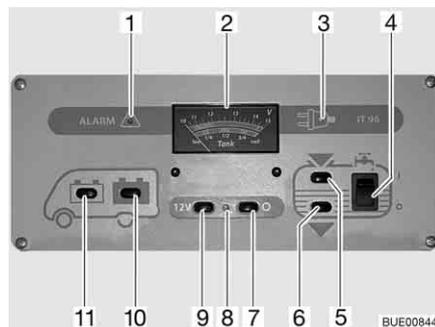

Fig. 151 Panneau de contrôle IT 96-2
L'interrupteur principal 12 V (Fig. 151,7 et 9) établit ou coupe le panneau de contrôle et l'alimentation 12 V de la cellule.
Mise en marche : ■ Appuyer sur le commutateur (Fig. 151,9) "12 V" : L'alimentation 12 V de la cellule est assurée. Le voyant de contrôle (Fig. 151,8) s'allume en vert.
Mise hors service : ■ Appuyer sur le commutateur (Fig. 151,7) "O" : L'alimentation 12 V de la cellule est coupée. Le voyant de contrôle (Fig. 151,8) s'éteint.
Observer sur l'indicateur de charge/de niveau de réservoir (Fig. 151,2), la graduation supérieure. L'indicateur s'éclaire automatiquement dès qu'un commutateur est actionné.
- Appuyer sur le commutateur (Fig. 151,11) "☰" : La tension de la batterie de démarrage est affichée.
- Appuyer sur le commutateur (Fig. 151,10) "☷" : La tension de la batterie de cellule est affichée.
Observer sur l'indicateur de charge/de niveau de réservoir (Fig. 151,2) la graduation inférieure. L'indicateur s'éclaire automatiquement dès qu'un commutateur est actionné.
- Appuyer sur le commutateur (Fig. 151,5) "": Le niveau du réservoir d'eau est affiché.
- Appuyer sur le commutateur (Fig. 151,6) "": Le niveau du réservoir d'eaux usées est affiché.
- Commutateur à bascule (Fig. 151,4) vers le haut "I" : L'alimentation en eau est activée.
- Commutateur à bascule (Fig. 151,4) vers le bas "O" : L'alimentation en eau est désactivée.
Le voyant d'alerte rouge "ALARM" (alarme) (Fig. 151,1) clignote dès que la charge de la batterie de cellule descend en dessous de 11 V (mesurée en marche) et qu'il y a risque de décharge profonde des batteries.
Le voyant de contrôle 12 V (Fig. 151,8) s'allume dès que l'interrupteur principal 12 V (Fig. 151,9) est enclenché.
Le voyant de contrôle jaune 230 V (Fig. 151,3) s'allume si l'arrivée du bloc électrique est sous tension de réseau.